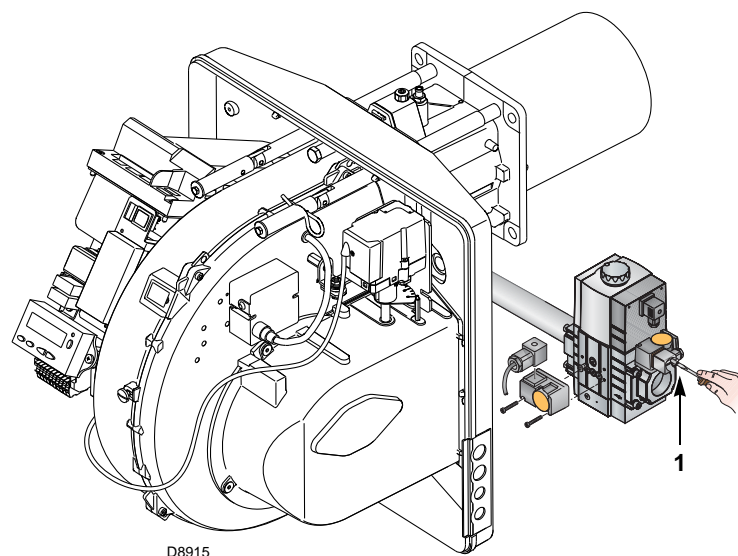

Fig. 25
- Contrôler la pression d'alimentation du gaz en raccordant un manomètre sur la prise de pression 1) (Fig. 25) du pressostat gaz minimum: elle doit être inférieure à la pression maximale admise pour la rampe gaz qui est indiquée sur la plaque des caractéristiques.
- Purger l'air des tubes de la rampe gaz, en raccordant un tube en plastique sur la prise de pression 1) (Fig. 25) du pressostat gaz minimum. Porter le tube de purge à l'extérieur de l'édifice jusqu'à sentir l'odeur du gaz.